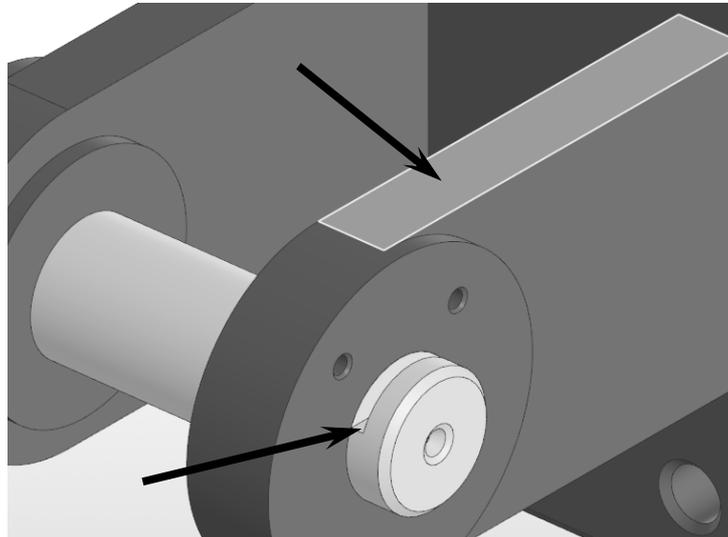

Рис. 5.6. Применение сопряжения «**Параллельность**»
- Для полной фиксации этих деталей между собой необходимо задать третье сопряжение. Наложите на компоненты сборки сопряжение «**Параллельность**», указав следующие грани деталей: горизонтальная плоская грань на дне паза детали «Ось», горизонтальная плоская грань на проушине детали «Вилка», как показано на рис. 5.6.